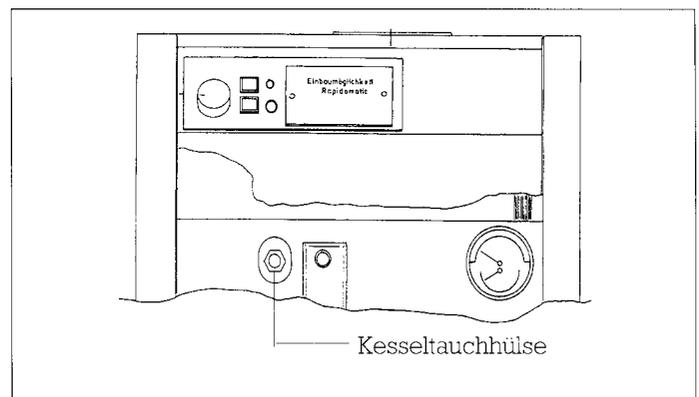

Abb. 7
- Der Kesselfühler wird in die Kesseltauchhülse gesteckt (Abb.7)